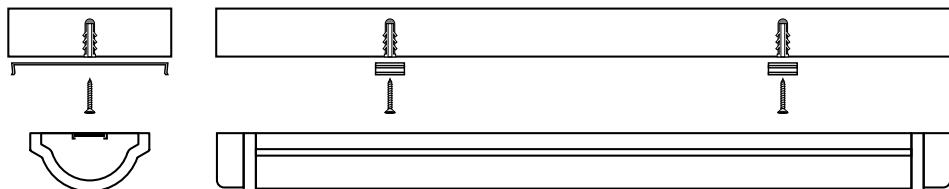

Рис. 1
2. Наметьте место будущей установки светильника и просверлите два отверстия, закрепите монтажные скобы, как показано на Рис. 1. Зашелкните в них корпус светильника.